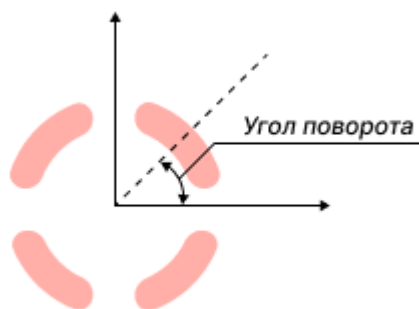

Рис. 195 Поворот апертуры
- Угол поворота – величина угла поворота горизонтальной осевой линии апертуры против часовой стрелки. Значение может быть задано в диапазоне 0 – 359° с шагом 1° , см. Рис. 195.